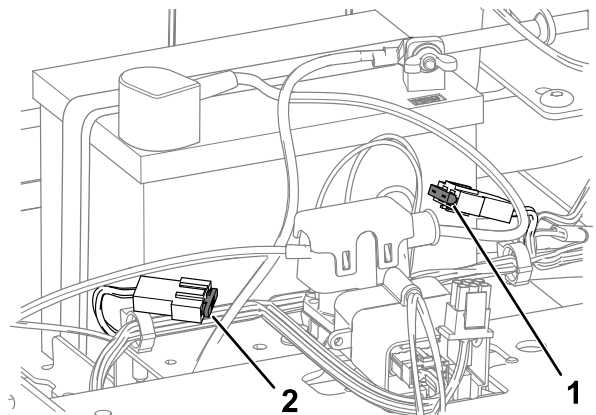

**Figure 50**
4. Pour remplacer un fusible, tirez dessus pour l'enlever (Figure 50).